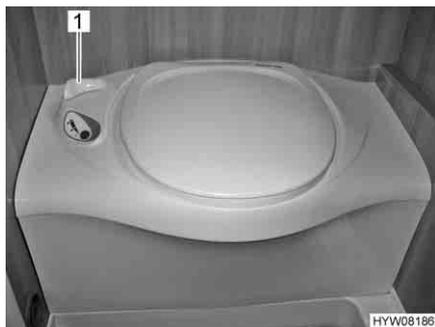

Fig. 170 Toilette Thetford
- Prima di tirare l'acqua, aprire il cursore della toilette Thetford. A tal fine ruotare la leva del cursore (Fig. 170,1) in senso antiorario.
- Dopo aver tirato l'acqua chiudere il cursore. Ruotare la leva del cursore (Fig. 170,1) in senso orario.